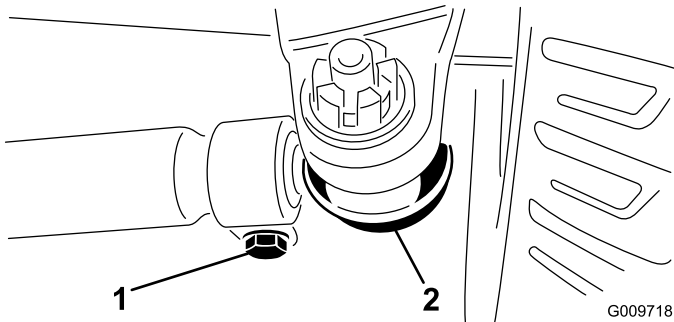

図 48
2. 調整が必要な場合は、タイロッドのボール・ジョイントのコッターピンとナットを外す（図 48）。次に、タイロッドのボール・ジョイントをアクスル・ケースのサポートから外す。
3. タイロッド両側のクランプをゆるめる（図 48）。